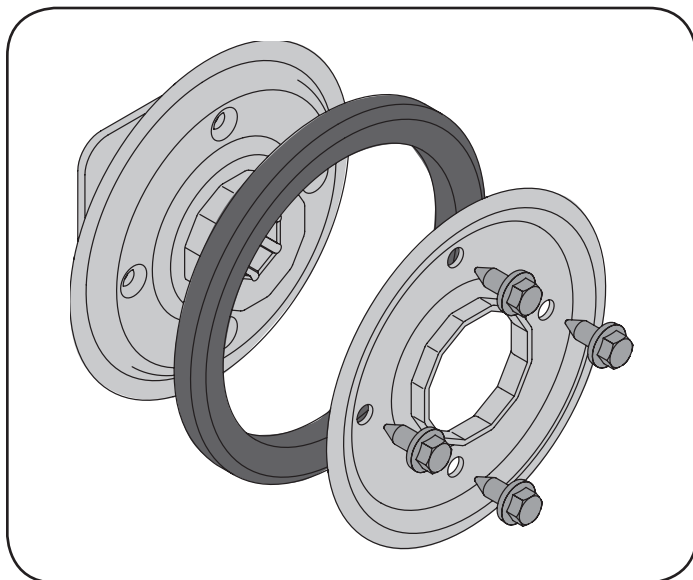

Figura 32
1. Saque los cuatro tornillos de mantienen unidas las placas laterales de la rueda de fricción. Vea la Figura 32.